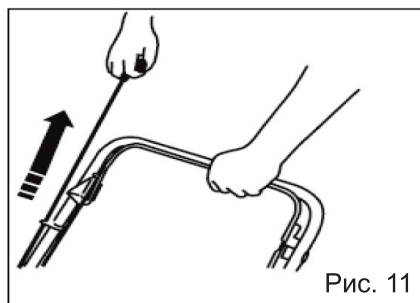

Рис. 11
3. Потяните за ручку стартера до ощутимого сопротивления, затем резко дерните за ручку стартера (Рис. 11). Двигатель запустится. Нож начнет вращаться одновременно с запуском двигателя. Если двигатель не запустился с первого раза, продолжайте процедуру запуска двигателя.